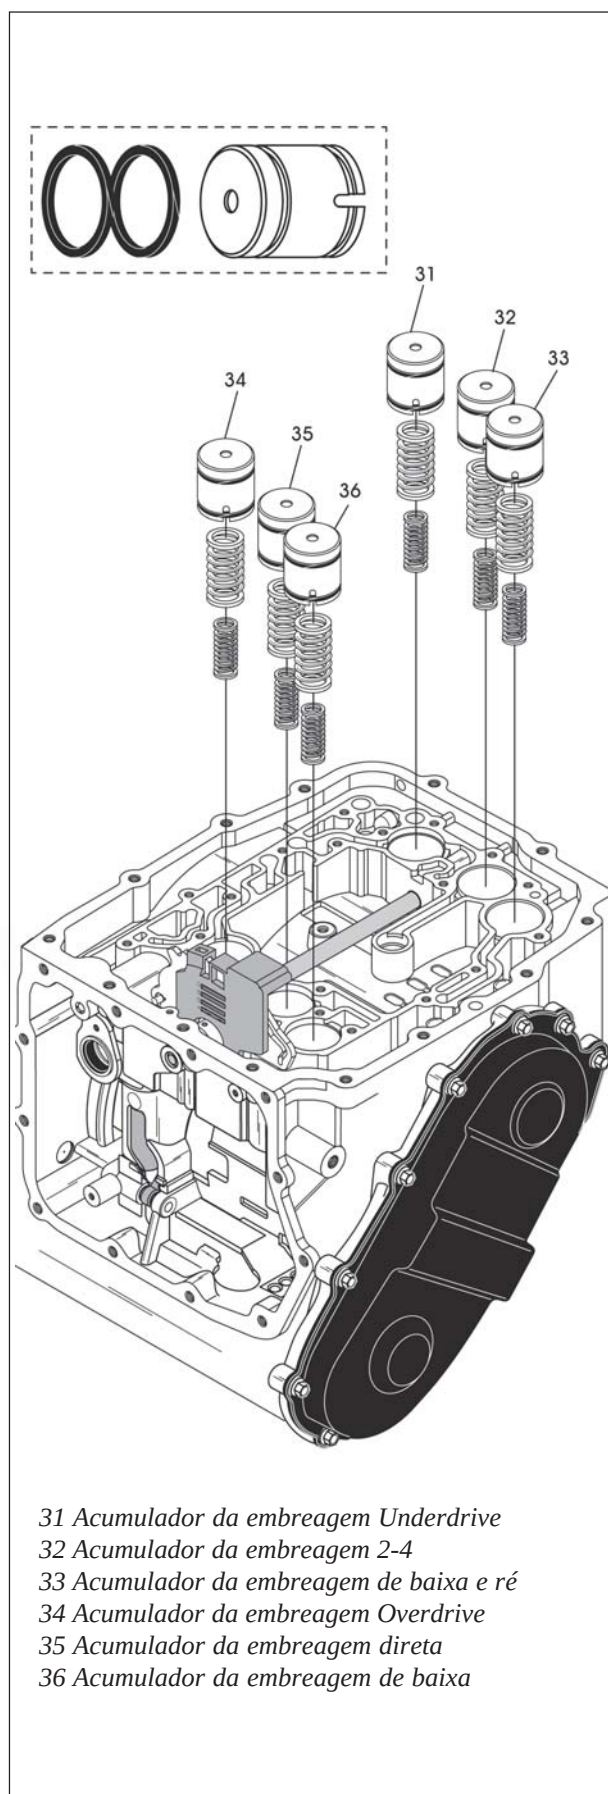

Figura 273
77. Instale todos os 6 pistões acumuladores e molas em seus respectivos alojamentos, conforme mostra a figura 273.